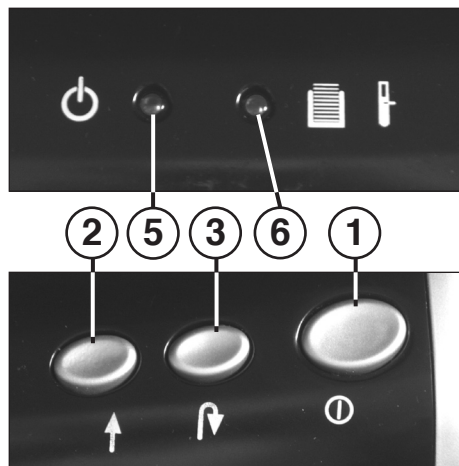

Fig. 1
- 1 = Interruptor de pressão „Pronto a funcionar“ (Fig. 1)**
- 3 = Tecla para trás (Fig. 1)**
- 5 = Indicação de controlo „Pronto a funcionar“ (Fig. 1)**
Acende quando o interruptor de pressão „Pronto a funcionar“ (Fig. 1) estiver ligado.
- 6 = Indicação de controlo (rubro / amarelo) (Fig. 1)**
Ligar a máquina no interruptor de pressão (1) (Fig. 1). A indicação de controlo (5) (Fig. 1) acende.
Quando o recipiente de recolha de papel está cheio, a máquina desliga de modo automático. Um som de sinalização soa. A indicação de controlo (6) (Fig. 1) acende (rubro).
- Puxar para fora na parte de baixo da carcaça o recipiente de recolha (9) com dispositivo especial de recolha (10).
- O som de sinalização emudece-se. A indicação de controlo (6) (Fig. 1) apaga.
Certifique-se de que o aparelho fica desligado noite (desligue o interruptor (1) (Fig. 1).